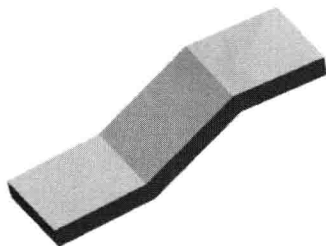
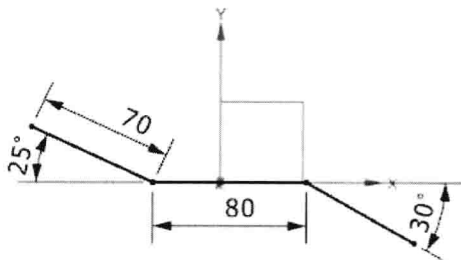

图 1.2 拉伸特征 1
图 1.3 截面草图
Step2. 创建图 1.2 所示的拉伸特征 1。选择下拉菜单 **插入(I)** → **设计特征(F)** → **拉伸(E)** 命令(或单击 **拉伸** 按钮);单击“拉伸”对话框中的“绘制截面”按钮 ,系统弹出“创建草图”对话框,选取 XY 基准平面为草图平面,选中 **设置** 区域的 ☒ **创建中间基准 CSYS** 复选框,单击 **确定** 按钮,绘制图 1.3 所示的截面草图,然后退出草图环境;在 **限制** 区域的 **结束** 下拉列表中选择 **对称值** 选项,并在其下的 **距离** 文本框中输入值 32.5;其他参数采用系统默认设置;单击 **<确定>** 按钮,完成拉伸特征 1 的创作。